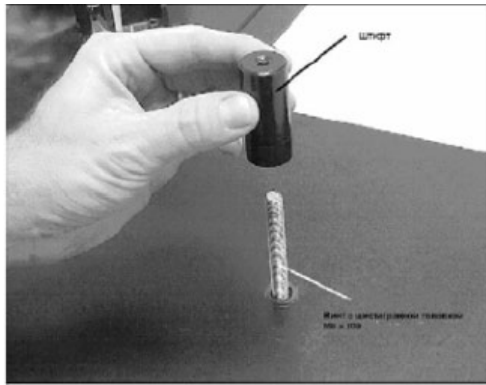

Рисунок 2
3. Поместите штифт, поверхностью с большим отверстием вниз, поверх винта с шестигранной головкой и навинтите него на винт с шестигранной головкой. Смотрите Рисунок 2.